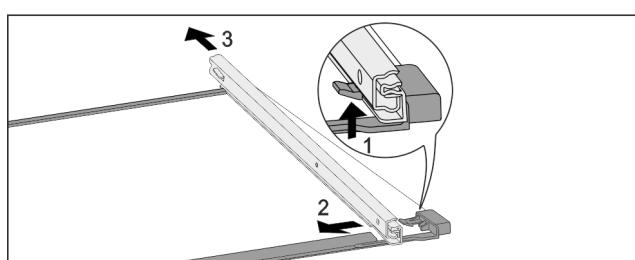

Fig. 133 Placa de sticlă cu șine
- ▶ Apăsați în sus cărligul de blocare frontal. Fig. 133 (1)
- ▶ Îndepărtați șinele de extragere prin împingere în lateral Fig. 133 (2) și spre spate Fig. 133 (3).